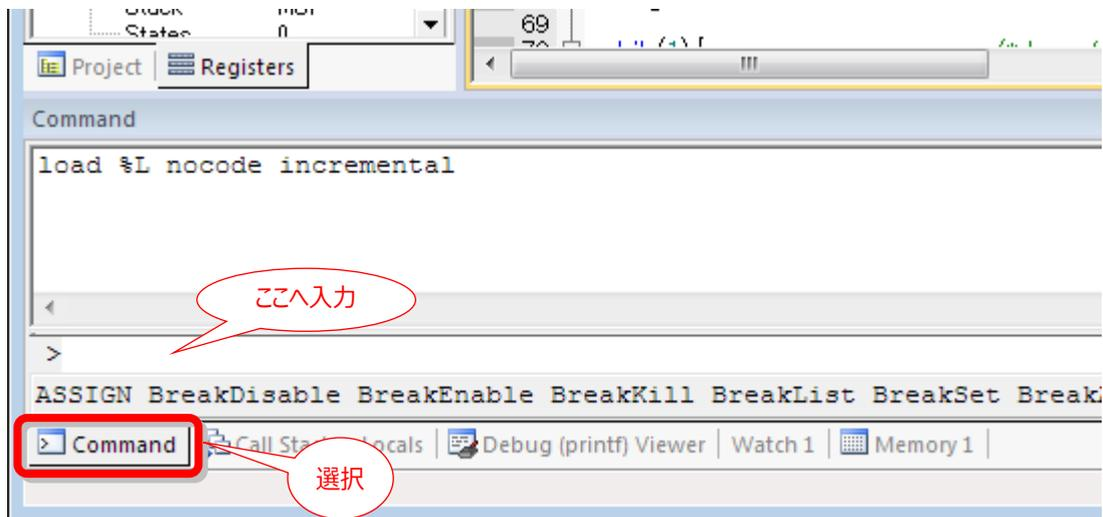

Figure 14
- 6) デバッグセッションが開始された後、Figure 14 で示す「Command」タブを選択し、以下のコマンドを入力してシンボル情報を読み込みます。